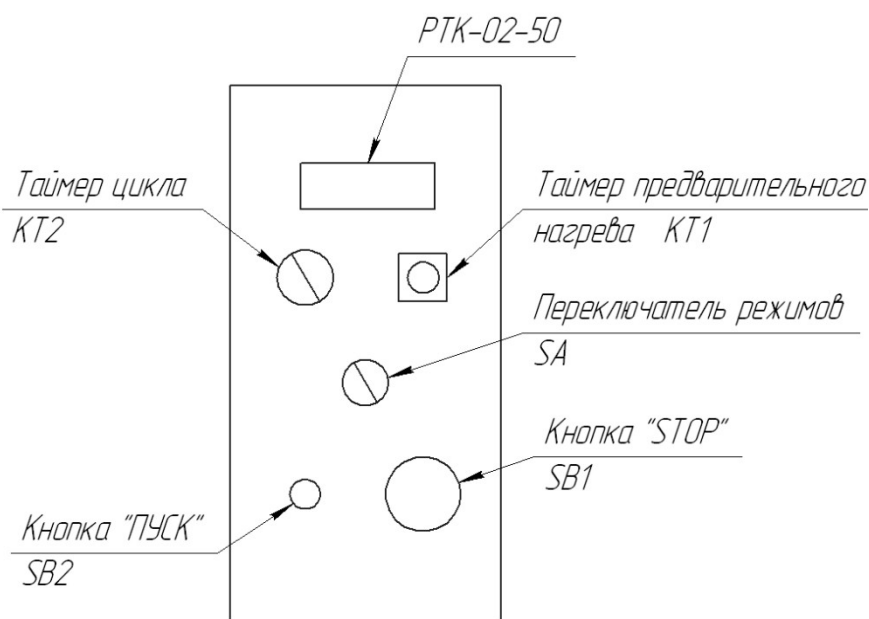

Рисунок 5 – элементы управления и индикации шкафа управления
7.2. Убедитесь, что кнопка «STOP» (рис. 5) находится в разблокированном состоянии. Для этого поверните кнопку по часовой стрелке.
- 7.11.2. Переключатель режимов SA (рис. 5) поверните вправо (по часовой стрелки).